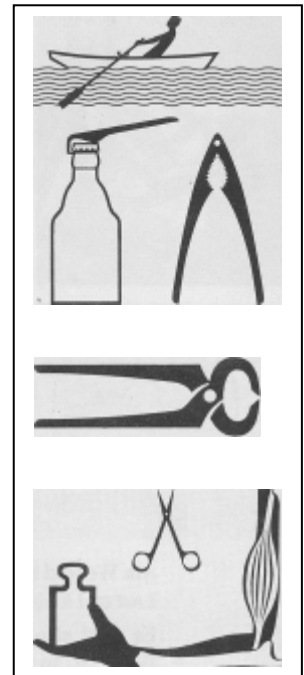

Abb.7
1. Versuche für die Hebel in Abb.7 die Drehachse, den Angriffspunkt der Kraft und den der Last zu finden.
5. Welche der Hebel in Abb.7 sind einseitig, welche zweiseitig?